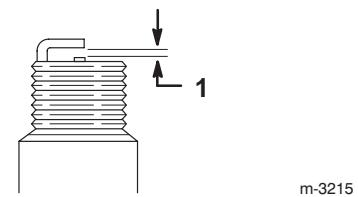

Figure 17
8. Réglez l' écartement des électrodes à 0,76 mm, comme indiqué dans la Figure 17.